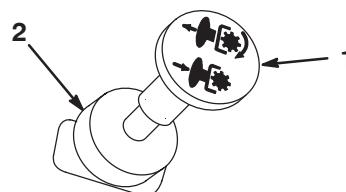

Figure 5
2. Placez la commande de prise de force (PDF) en position désengagée (Fig. 5).
- Désengagez la PDF (Fig. 5).